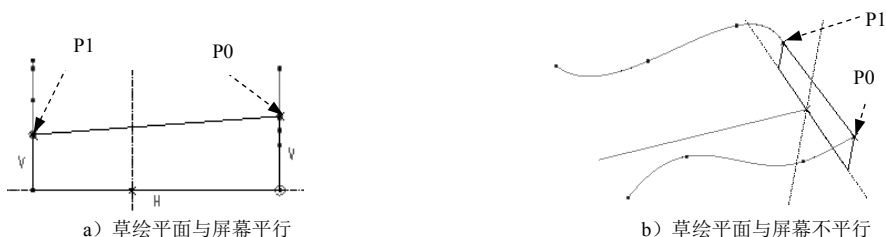

图 8.9.14 截面草图
Step5. 创建扫描特征的截面。在操控板中单击“创建或编辑扫描截面”按钮，进入草绘环境后，绘制图 8.9.14 所示的截面草图。注意：点 P0、P1 是曲线 2 和曲线 3 端点，为了使曲线 2 和曲线 3 能够控制可变扫描特征的形状，截面草图必须与点 P0、P1 对齐。绘制完成后，然后单击“确定”按钮.